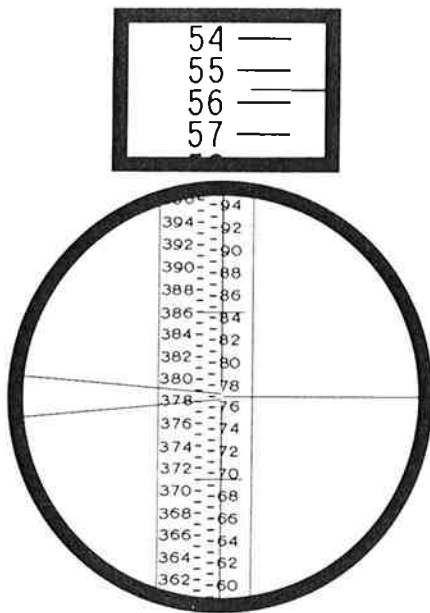
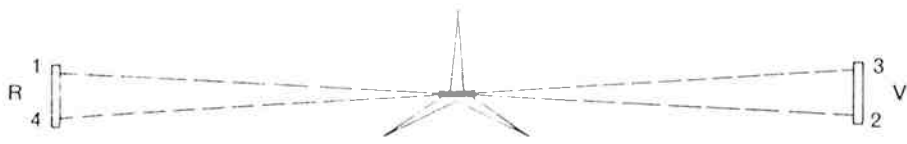

Bild 10 NA2-Sehfeld mit Invarnivellierlatte. Ablesung am Keilfaden: 77 cm.
Bild 11 Ablesefolge an den doppelt geteilten Invarnivellierlatten.
Für Präzisionsnivelements wird das NA2 mit aufgestecktem Planplattenmikrometer GPM3 (Bild 2) oder GPM6 (Befestigungsklemme unten) verwendet. Durch Drehen des Mikrometerknopfes (15) wird im Gehäuse (16) eine planparallele Glasplatte um die Horizontale gekippt, wodurch sich der Zielstrahl nach oben oder unten parallel verschiebt. Der Verschiebebereich beträgt beim Standardmodell 10 mm und entspricht damit auch dem Teilungsintervall auf den Wild-Invarlatten. Der Betrag der Verschiebung wird beim GPM3 im Mikrometerokular an einer gut beleuchteten Glasskala direkt auf 0,1 mm abgelesen und auf 0,01 mm geschätzt (Bild 10), beim GPM6 an der Mikrometertrommel direkt auf 0,2 mm abgelesen und auf 0,05 mm geschätzt. Die Ablesung 50 (beim GPM 6:5) entspricht der senkrecht stehenden Planplatte und somit der **direkten**, ungebrochenen Ziellinie. Die Lattenablesung ist also immer um 5 mm höher als der wahre Instrumentenhorizont, was aber keine Rolle spielt, da diese 5 mm sowohl für den Rückblick R als auch für den Vorblick V gelten und bei der Berechnung des Höhenunterschiedes  $\Delta H = (R + 5 \text{ mm}) - (V + 5 \text{ mm}) = R - V$  wieder herausfallen.
Zum Ablesen der Latte stellt man mit dem Mikrometerknopf den nächstliegenden Zentimeterstrich genau in den Keilfaden des Fernrohrs, notiert die Zentimeter der Latte und fügt daran die Ablesung des Mikrometers als Dezimalbruch, z.B. 77,556 cm (Bild 10). Da jede Latte eine linke und eine rechte Teilung hat, wird man die 4 Ablesungen zeitlich symmetrisch wie folgt anordnen (Bild 11):